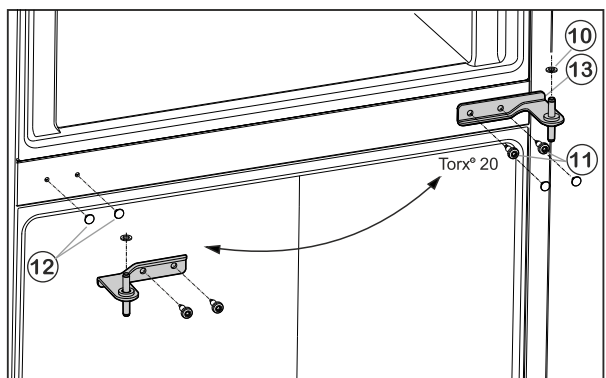

Fig. 6
- Retirar Fig. 6 (12) las cubiertas con cuidado y volver a colocarlas en el lado opuesto.